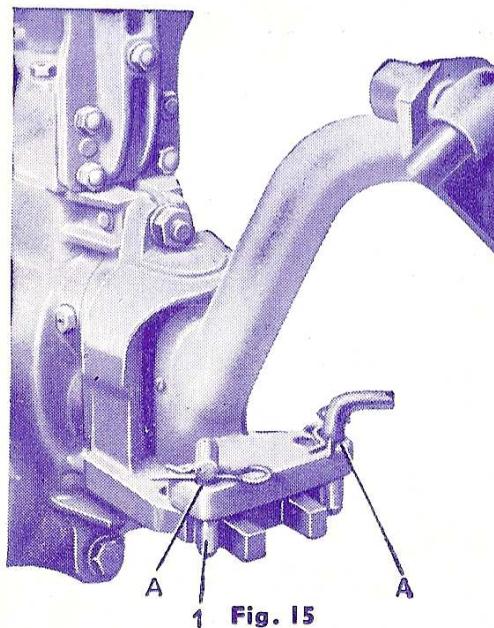

Fig. 15
D) **Articulation limitée** : (fig. 15) c'est la position nécessaire au travail avec brabant double. Les broches (1) sont placées dans les trous (A). Cette disposition donne un jeu suffisant à l'articulation pour assurer un bordage correct.